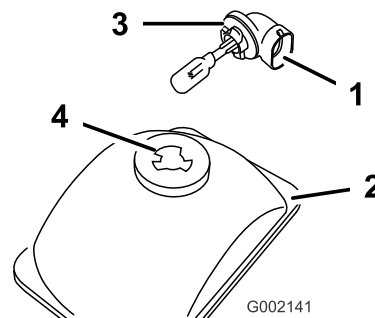

Figure 39
3. Passez sous le tableau de bord et tournez l'ensemble lampe de 1/4 de tour dans le sens anti-horaire (Figure 39).
8. Passez sous le tableau de bord et alignez les trois languettes de l'ensemble lampe sur les fentes du réflecteur (Figure 39).